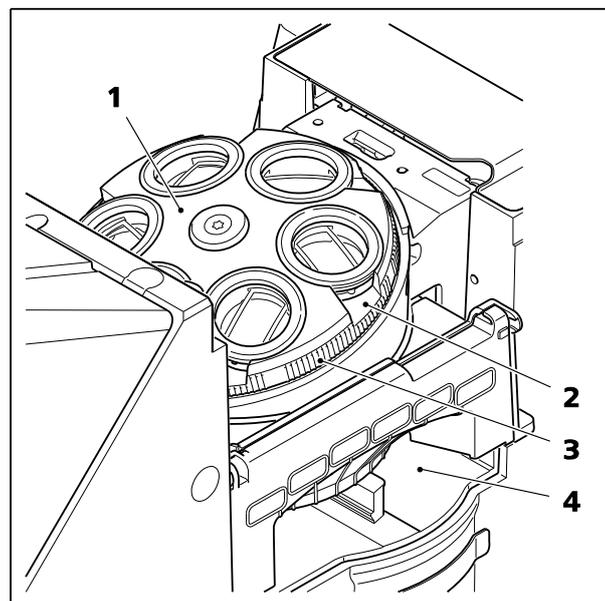

Fig. 63 Tourelle porte-objectifs avec emplacement pour curseur DIC et curseur PlasDIC ; emplacement pour curseur d'analyseur
- Tourelle porte-objectifs à 6 positions H, DIC (Fig. 63/1) munie de fentes pour curseur DIC (Fig. 63/2) quelles que soient les positions de l'objectif dans les versions manuelle, codée ou motorisée
- Tourelles porte-objectifs manuelles et codées : changement rapide de l'objectif par rotation de la tourelle à l'aide de la bague de réglage (Fig. 63/3)
Emplacement pour curseur de l'analyseur (Fig. 63/4)